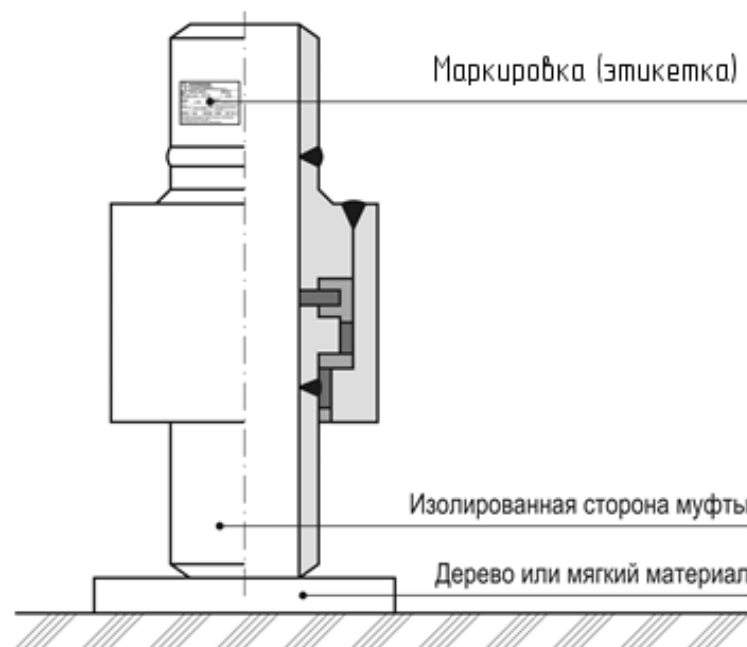

Рис.5. Хранение изолирующей муфты в вертикальном положении
- Б) На деревянном поддоне в вертикальном положении изолированной стороной вниз. При этом маркировка (этикетка) должна находиться в верхней части муфты и иметь стандартное для чтения расположение текста (Рисунок 5).